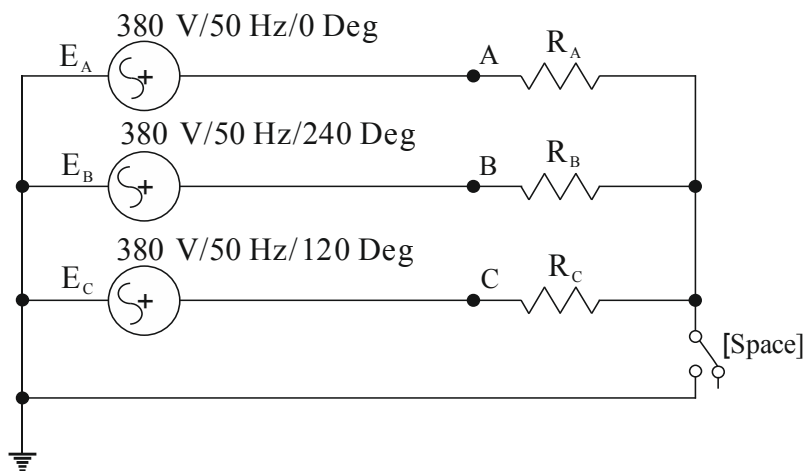
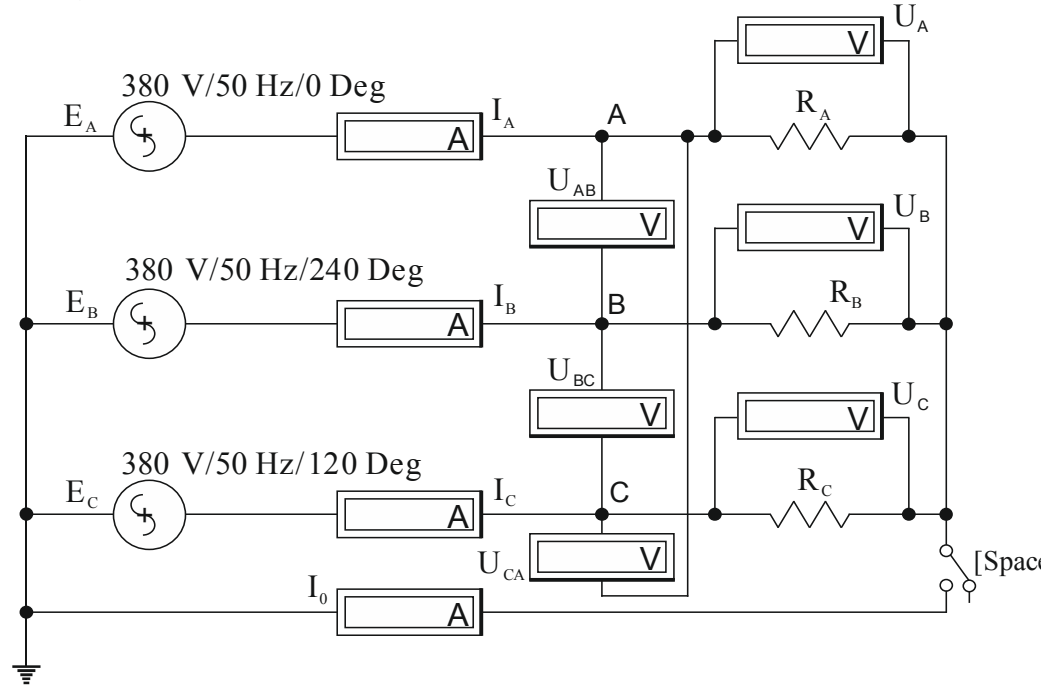

Рис.5.1.
Рис.5.2.
1.1. На рабочем поле собрать схему трёхфазной цепи переменного тока при соединении фаз генератора и нагрузки «звездой с нулевым проводом» (рис.5.1)
1.5. К схеме трёхфазной цепи переменного тока рис.5.1 подключить амперметры и вольтметры (рис.5.2). Открыв диалоговое окно измерительных приборов (двойным щелчком мыши по изображению прибора) изменить вид измеряемого напряжения (DC заменить на AC).
2.1. На схеме рис.5.2 изменить величины сопротивлений в фазах, согласно варианта (табл.5.3).